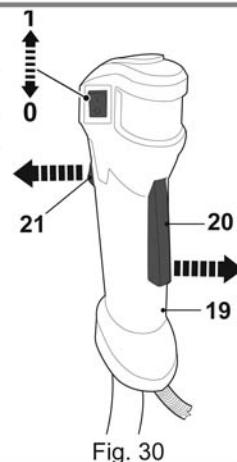

Fig. 30
- > Eliberați dispozitivul de blocare al declanșatorului [20] și clapeta de acceleratie [21] și lăsați mașina să meargă la ralanti 10-15 secunde (Fig. 30).